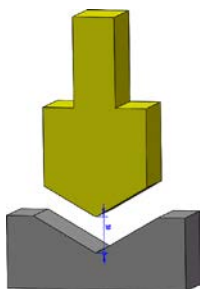

图 5-39 导入素材文件并定义配合
STEP 1 如图 5-39 所示，首先创建装配体文件，然后导入本书提供的素材文件（相应的文件夹下），再定义所导入的两个素材文件的配合关系，除了一些“重合”“平行”配合外，应重点定义另一个顶点的“距离”配合，大小为 30mm。